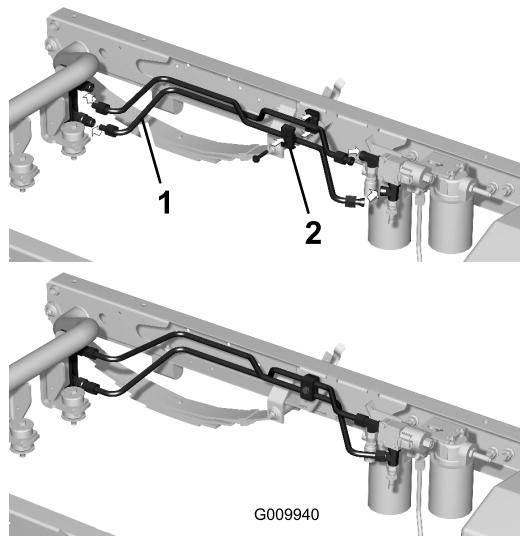

Рисунок 14
1. Подсоедините, не затягивая, гидравлическую линию к нижней быстроразъемной муфте и заднему тройнику на клапане (Рисунок 14).
2. Подсоедините, не затягивая, гидравлическую линию к верхней быстроразъемной муфте и нижнему тройнику на клапане (Рисунок 14).
3. Закрепите жесткие гидравлические линии зажимами и винтом (5/16 x 1½ дюйма) и расположите зажимы, как показано на Рисунок 14.